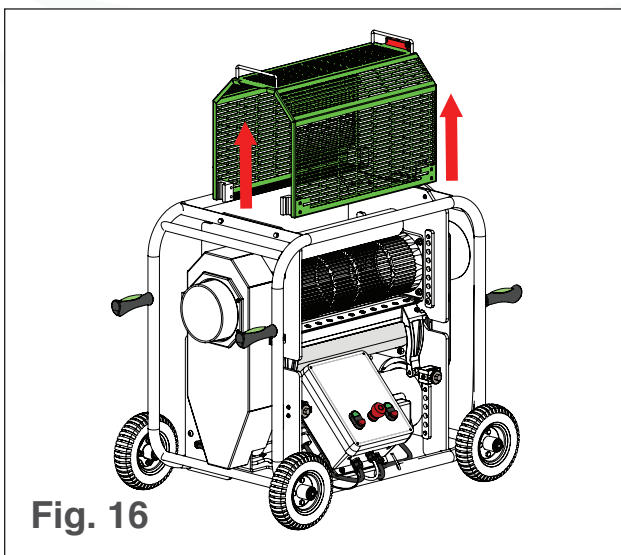

Fig. 16
2. Levante a guarda do tambor para cima e para fora da máquina (ver Fig. 16).